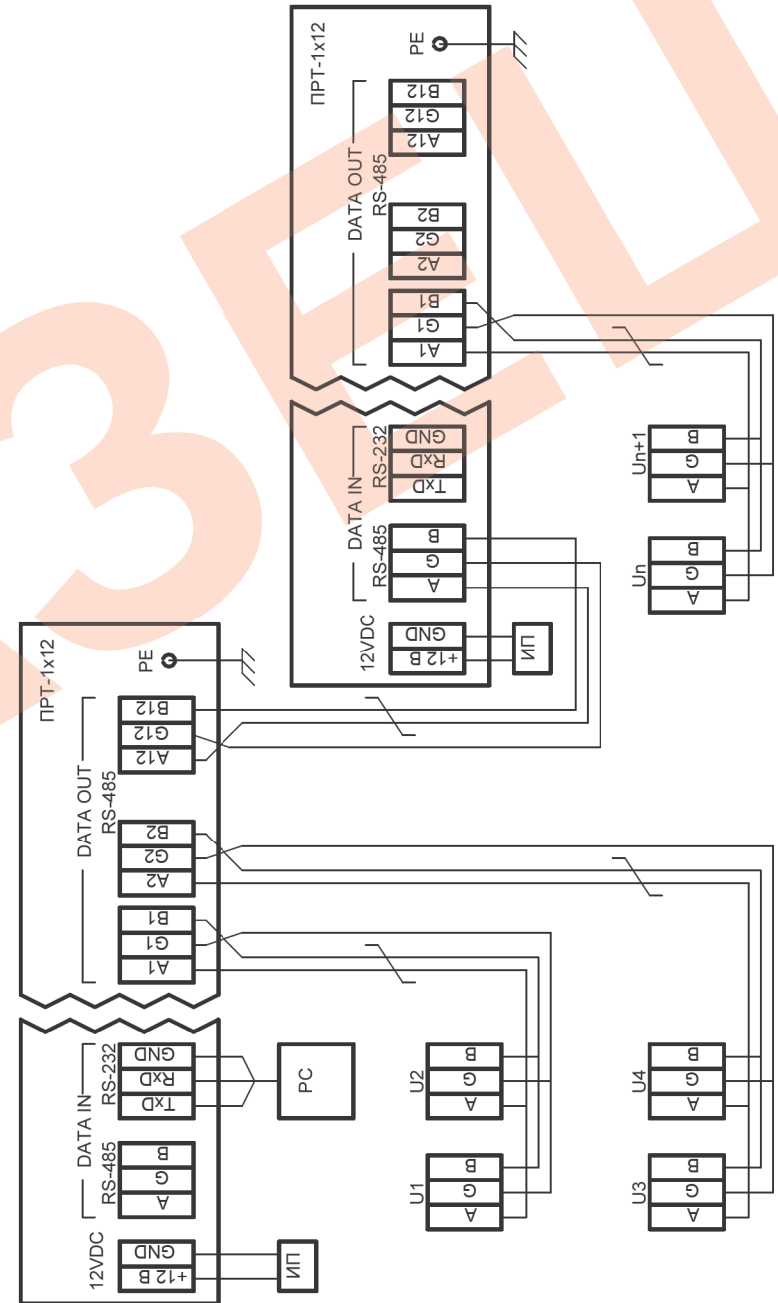

Рис.2
Пример построения сети с использованием ПРТ-1/8(12) приведен на рис.2.